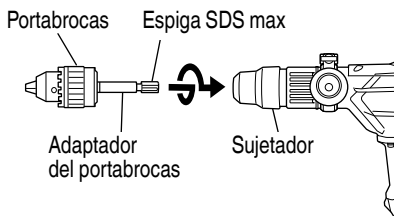

Fig. 29
- (2) Fijación del adaptador para portabarreras al portabarreras (Fig. 29)